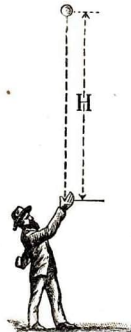

Abb. 393
**5. Wieviel Arbeit kann eine Masse mit der Geschwindigkeit  $v$  leisten?** Dies lehrt uns am einfachsten der lotrechte Wurf (Abb. 393).